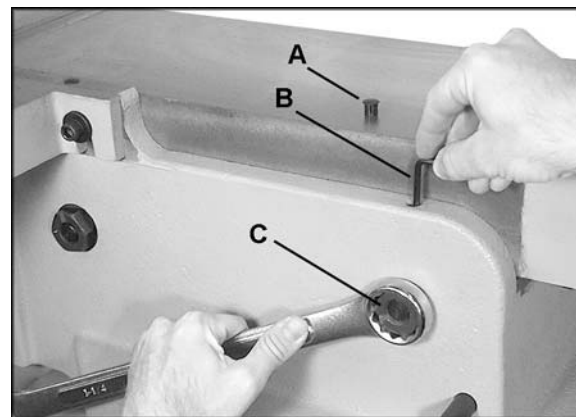

Figura 22
9. Cada mesa tiene unas levas de ajuste; dos en el frente y dos en la parte de atrás. (C1, La Figura 22 muestra una de estas).
10. En el área de la mesa donde se debe realizar el ajuste, palanquee hacia afuera la tapa del orificio (A, Figura 22).
11. Hay dos tornillos de ajuste en el orificio. Inserte una llave allen de 4 mm (B, Figura 22) en el orificio y afloje el tornillo superior girando la llave allen en sentido antihorario. Retire el tornillo superior del orificio.
13. Aplique un torque a la tuerca hexagonal (C1, Figura 22) con una llave de 1-1/4". **Este ajuste es sensible y debería ser hecha en pequeños incrementos.**
NOTA: La rotación es diferente para las tuercas de rosca derecha e izquierda; la tuerca de rosca derecha (C1) mostrada en la Figura 22, será girada en el sentido horario para elevar ese área de la mesa, o en el sentido antihorario para bajar esa área de la mesa. La tuerca de rosca izquierda (C2) mostrada en la Figura 22, sería rotada de manera opuesta.
15. Si el ajuste es satisfactorio con las mesas ahora coplanares a la cabeza de corte, entonces se puede proceder a ajustar el tornillo de ajuste inferior con la llave allen (B, Figura 22).
17. Inserte nuevamente la tapa (A, Figura 22) para proteger al orificio del polvo y restos.